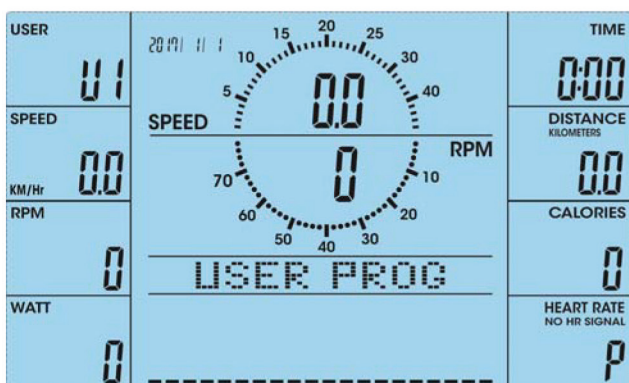
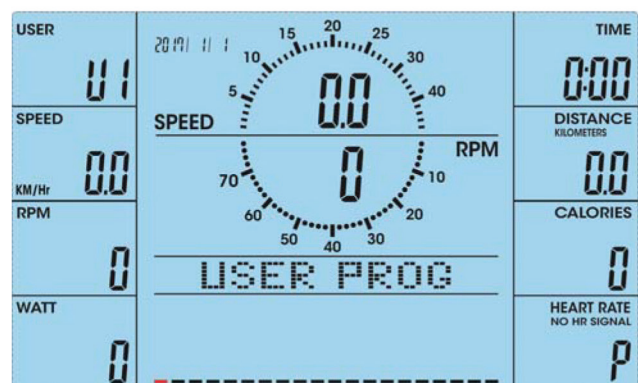

Fig. 32
Fig. 33
1. Seleccione el programa definido por el usuario (modo PROGRAM, véase la fig. 32).
Si ha seleccionado el programa definido por el usuario (modo PROGRAM, véase la fig. 32), la primera sección parpadea (fig. 33).
1. En el modo H.R.C. (fig. 38), la pantalla muestra 55 %, 75 %, 90 % y TARGET (objetivo) (fig. 32 a 35). Seleccione la frecuencia cardíaca deseada con las teclas UP/DOWN.